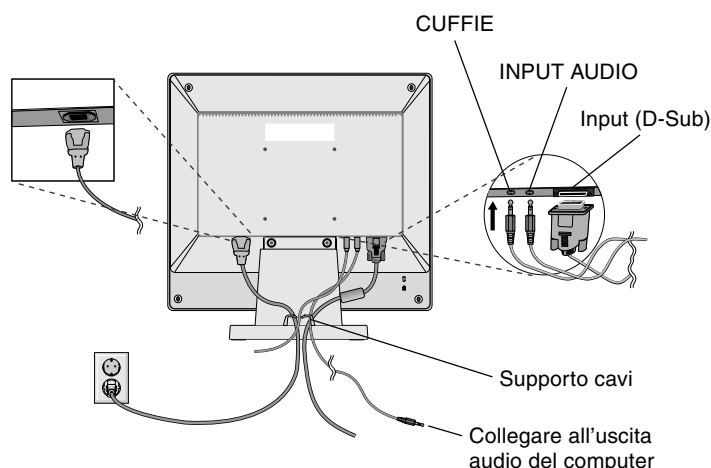

Figura B.1
3. Collegare il mini-D-SUB a 15 pin del cavo segnali video, il cavo audio e le cuffie (non incluse) al connettore appropriato sul retro del monitor (**Figura B.1**).
4. Collegare un'estremità del cavo di alimentazione al monitor e l'altra estremità alla presa di alimentazione. Porre il cavo segnali video, la cuffia (non inclusa) e il cavo di alimentazione sul supporto cavi (**Figura B.1**).